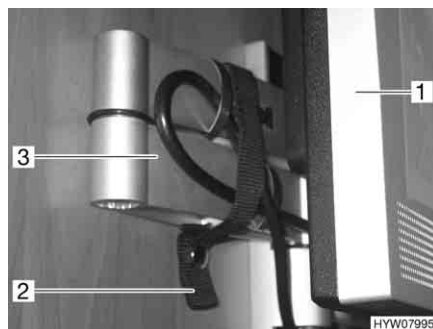

Fig. 80 Schermo piatto sul braccio snodato
- Staccare la cintura di ritegno (Fig. 80,2).
- Inclinare lo schermo piatto (Fig. 80,1) sul braccio snodato (Fig. 80,3) nella posizione desiderata.